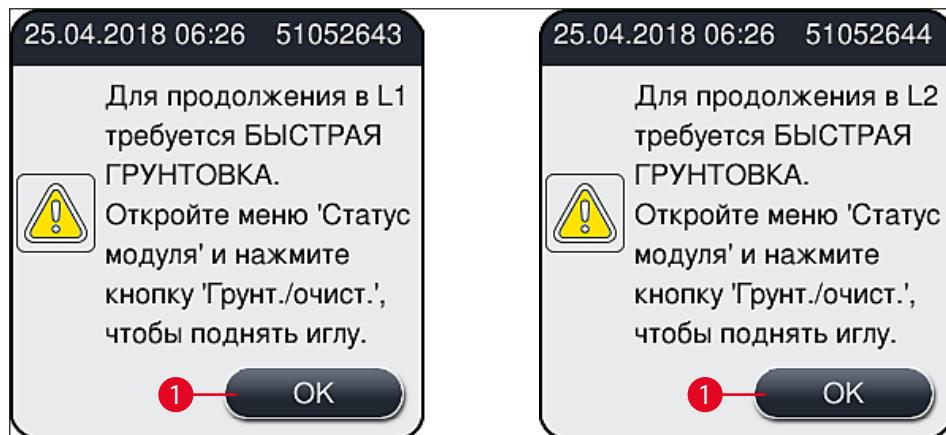

Рис. 51
- ① По окончании фазы инициализации на экране появляется главное меню (→ Рис. 19), а также сообщение для пользователя (→ Рис. 51), указывающее на необходимость выполнения процедуры **Быстрая промывка** на используемой линии заключения под покровное стекло. Подтвердите сообщения нажатием **OK** (→ Рис. 51-1) и следуйте указаниям в (→ с. 132 – 7.3 Подготовка системы шлангов для промывки и очистки).